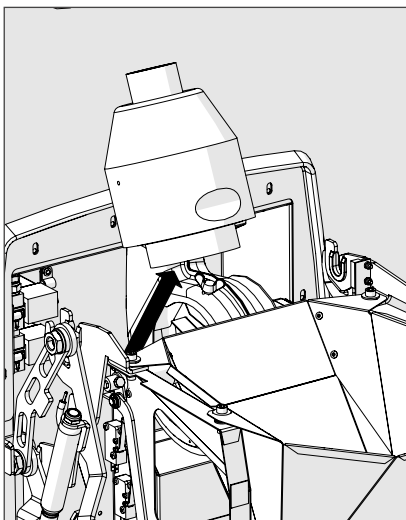

Bild 12
6. Ta ut katalysatorröret och katalysatorn (bild 12).